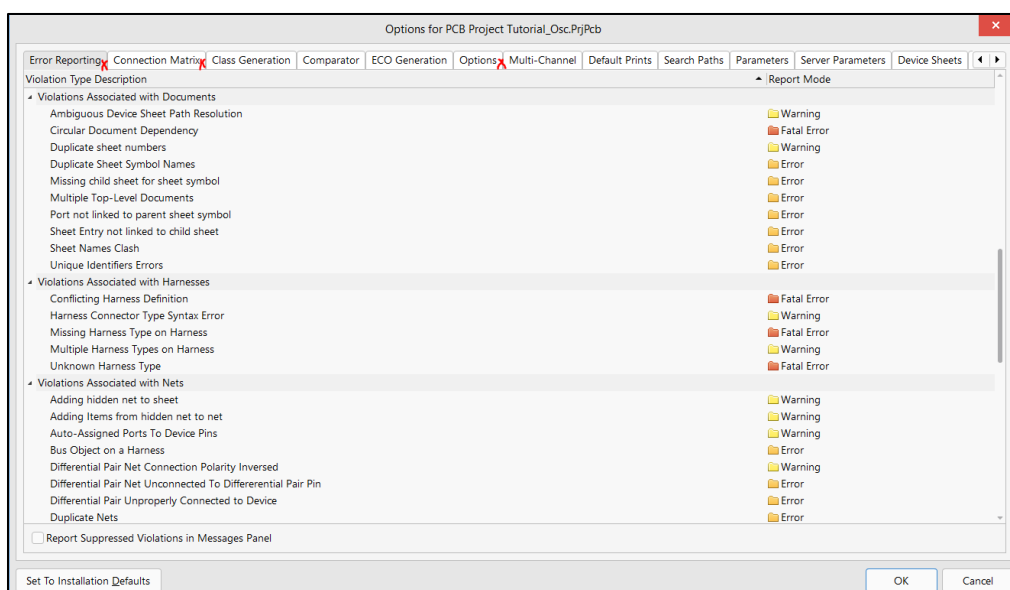

Fig. 2.1: Het scherm **Project Options** met als actief tabblad **Error Reporting**. De andere relevante tabbladen zijn ook aangeduid.
De manier waarop de Compiler fouten rapporteert hangt af van de gebruikte instellingen. Deze instellingen zijn toegankelijk via **Project → Project Options** (zie Fig. 2.1). Daar zijn instellingen te vinden voor de manier van foutmeldingen geven (**Error Reporting**) en voor foutmeldingen i.v.m. aangelegde verbindingen (**Connection Matrix**). De tab **Options** is ook relevant voor het compileren omwille van de **Netlist Options** die – als ze verkeerd zijn ingesteld – veel foutmeldingen kunnen veroorzaken.
- **Error Reporting:** het tabblad **Error Reporting** (zie vorige Fig. 2.1) bevat de instellingen die vooropstellen onder welke categorie van foutmeldingen de aan de linkerkant vooropgestelde types inbreuken (**Violations**) behoren. Zo kunnen ze bijvoorbeeld afgestemd worden op afspraken van een bedrijf of van een klasgroep/school.